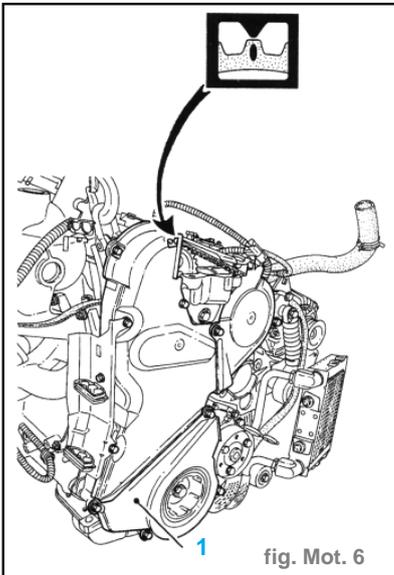

fig. Mot. 6
- Tourner le vilebrequin pour aligner le repère de distribution d'arbre à cames dans la fenêtre de calage. (fig. Mot. 6)
- Reposer la courroie de distribution en alignant les repères poulies - courroie. (fig. Mot. 6)